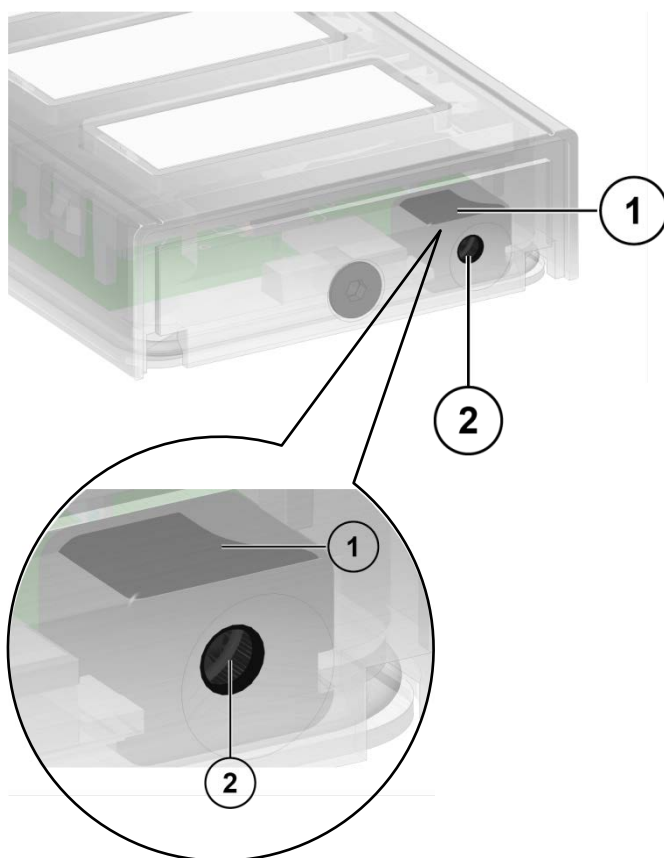

Abb. 7: Position Mikrofon
Ist das Mikrofon nicht korrekt über der Mikrofonöffnung positioniert, kann es zu Problemen mit der Sprachqualität kommen. Achten Sie bei der Montage darauf, dass das Mikrofon (1) korrekt über der Mikrofonöffnung (2) im Gehäuseoberteil sitzt, siehe Abb.: 7.